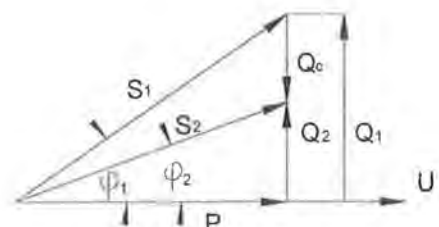

Fig. 13.5 Vermogensdriehoek met compensatie
Door het bijplaatsen van condensatoren met een vermogen Q_c (die tegengesteld is aan Q_1) zal het uit het net opgenomen reactief vermogen nog maar Q_2 bedragen. Het schijnbaar vermogen wordt S_2 met $S_2 < S_1$. Het actief opgenomen vermogen (P) blijft onveranderd (zie fig. 13.5).